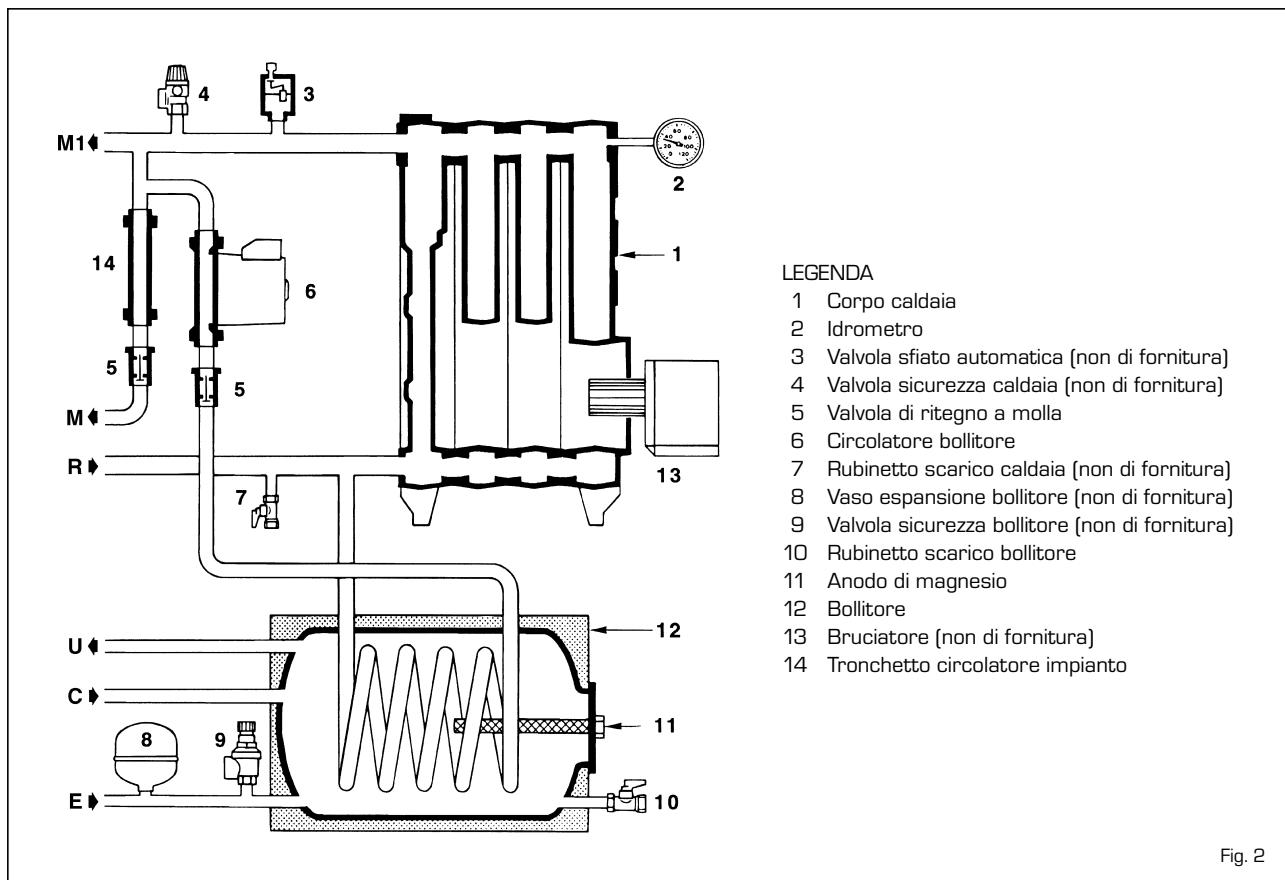

Fig. 2
Per garantire la funzionalità della caldaia è necessario montare sul manicotto da 3/8" del tubo mandata riscaldamento una valvola di sfogo aria automatica (3 fig. 2), e sul manicotto da 1/2" una valvola di sicurezza tarata 3 bar (4 fig. 2).
Provvedere inoltre al montaggio di una valvola di sicurezza tarata 7 bar (9 fig. 2) da applicare sulla tubazione entrata acqua sanitaria del bollitore, per evitare che eventuali sovrappressioni ne provochino la rottura.
Nel caso la valvola di sicurezza del bollitore intervenga di frequente montare sul circuito sanitario un vaso di espansione (8 fig. 2) avente capacità 5 litri e
pressione massima di esercizio 8 bar. Il vaso dovrà essere con membrana in gomma naturale "caucciu" adatta per usi alimentari. La pompa riscaldamento può essere installata sul retro della caldaia in sostituzione del tronchetto di collegamento (14 fig. 2).
**Per facilitare questa operazione posizionare orizzontalmente l'intaglio della vite di sblocco della valvola di ritegno (5 fig. 2).**